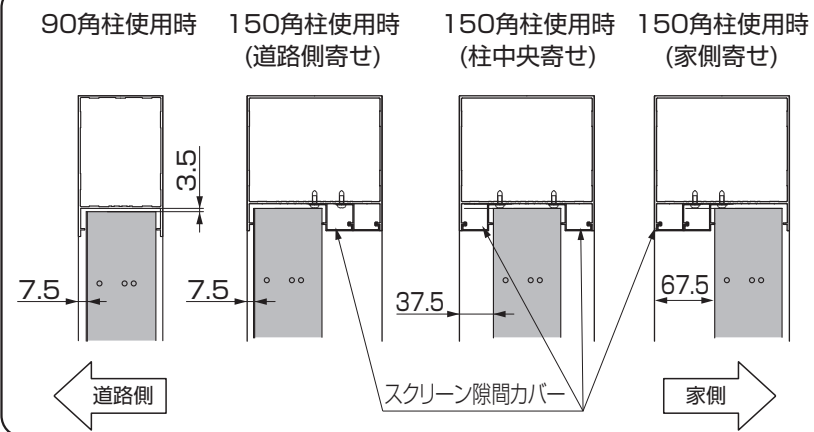

図4-4 フレーム付け仕様の場合
- ※1の150角柱使用時の断面図は「図4-4」を参照してください。